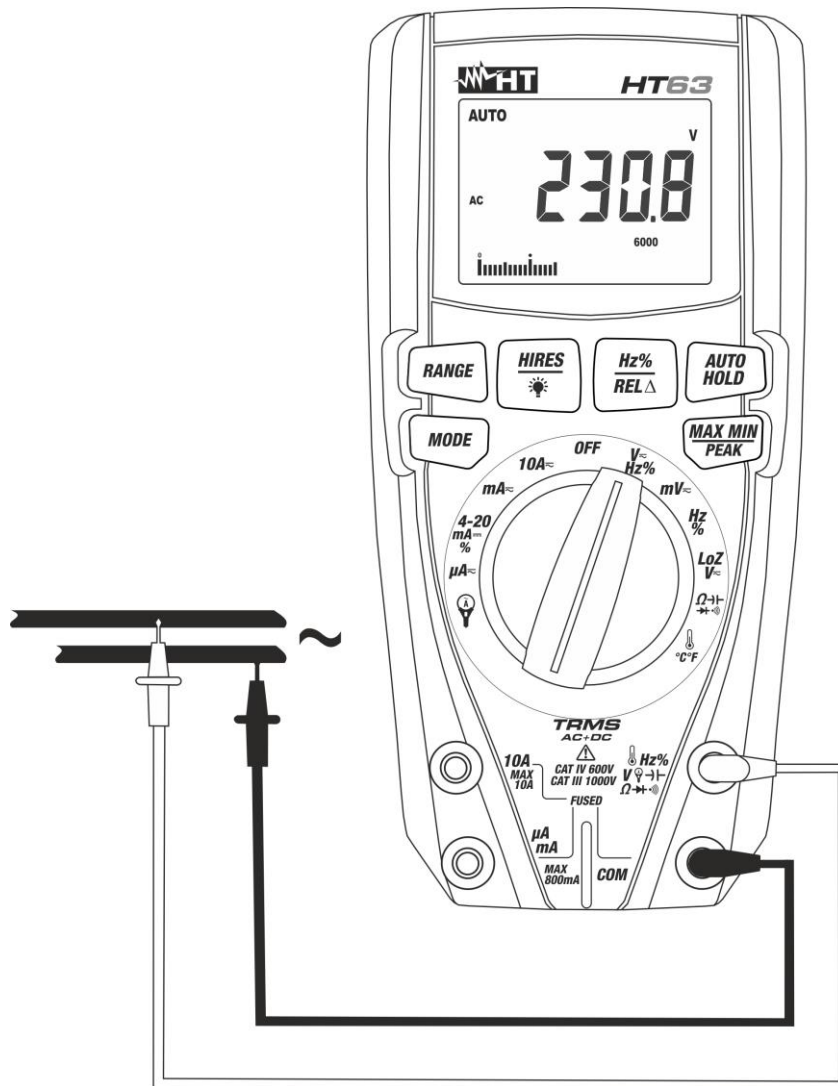

Fig. 3: Uso del instrumento para medida de Tensión CA
4. Posicione la punta roja y la punta negra respectivamente en los puntos del circuito en examen (vea Fig. 3). El valor de la tensión se muestra en pantalla